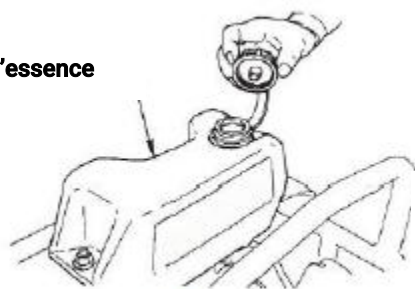

Fig 3
1. Remplir le réservoir d'essence (Fig. 3) avec de l'essence sans plomb. Dans le même temps, vérifier l'huile à moteur et faire l'habitude de la reconstituer souvent.